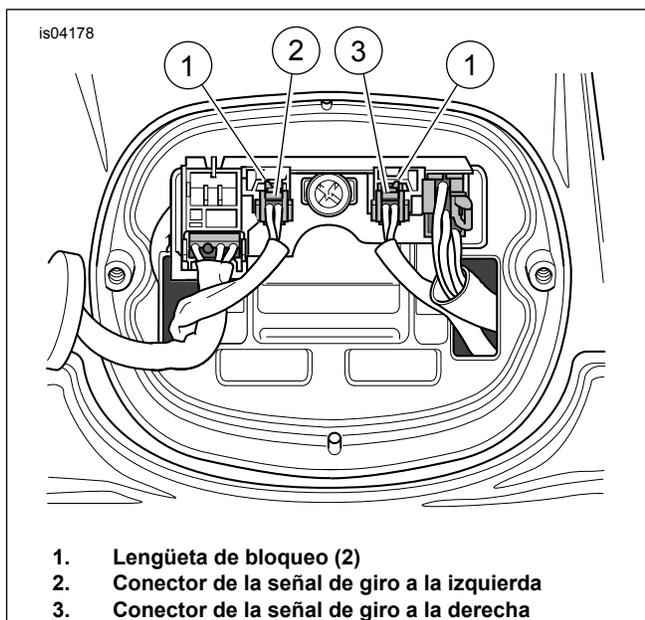

Figura 2. Conexiones de las señales de giro
1. Vea Figura 2. Presione las lengüetas de bloqueo (1) en el lado izquierdo (2) y derecho (3) en los conectores hembra de dos vías de las señales de giro ([18B] y [19B]) para desconectarlas de la plaqueta de la iluminación trasera.